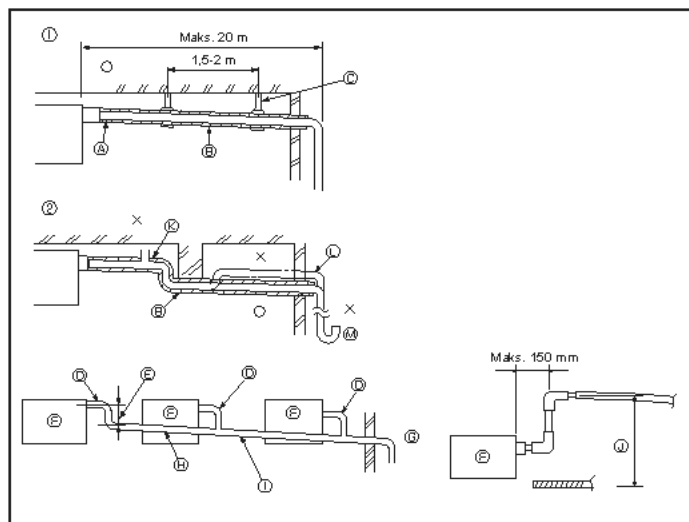

Fig. 6-1
6.1. Drenering rørapplegg (Fig. 6-1)